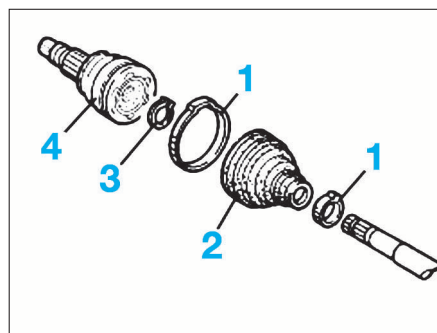

FIG. 5
- Déposer les colliers (1) de fixation du soufflet (2) (Fig.5).
- Nettoyer l'articulation afin que le circlips de retenue (3) soit accessible.
- À l'aide d'une pince appropriée, écarter le circlips (3) et le déposer.